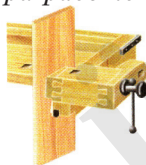

Рис. 4. Задний зажим
2. Закрепи заготовку в заднем зажиме (рис. 4).